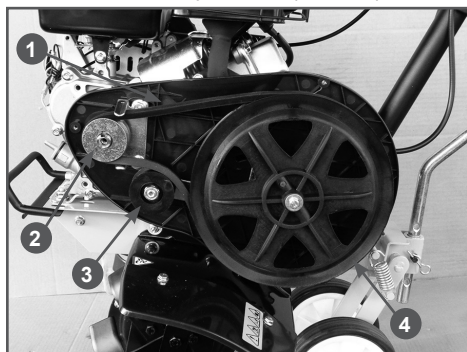

Рис. 24 Замена ремня привода
2. Снимите ремень 1 со шкивов вала двигателя 2 и редуктора 4 (Рис. 24).